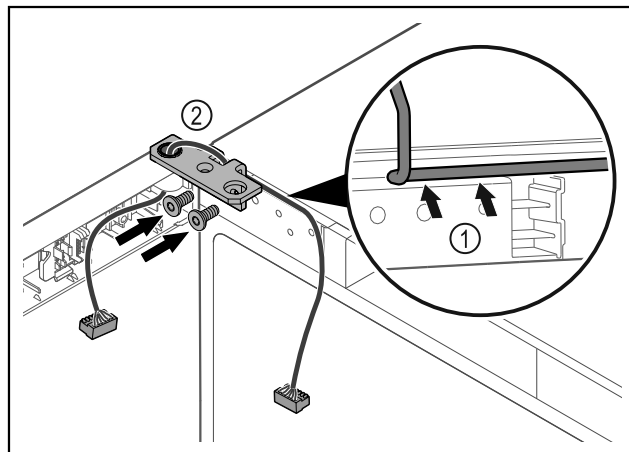

Fig. 36
- ▶ Vezesse át a kábelt a csuklópánton lévő nyíláson, majd óvatosan fektesse le Fig. 36 (1).
- ▶ Csavarozza fel a csuklópántot Fig. 36 (2).